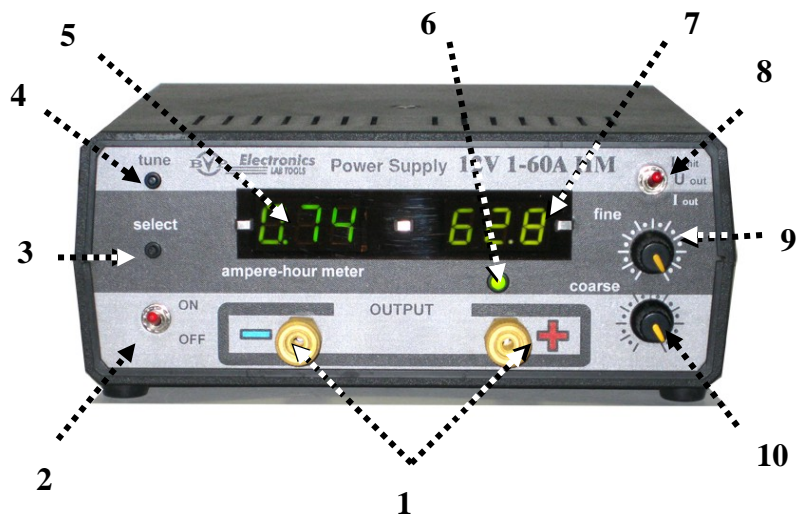

Рис. 2. Расположение органов управления на передней панели источника питания
На рис. 2 показан внешний вид передней панели источника и расположение на ней всех органов управления и индикации.
- 8.1 Включите источник питания без нагрузки (переместив тумблер **2** (рис. 2) в положение "ON".